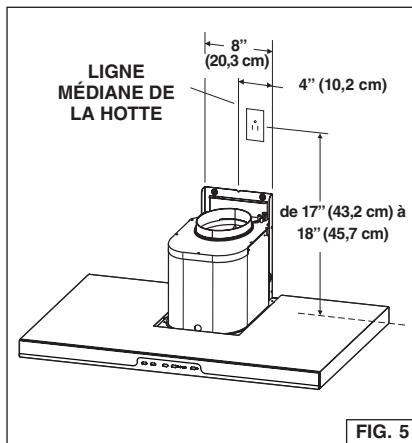

FIG. 5
- Installez une boîte à prises murale de 5 x 10 cm (2" x 4") et un prolongateur à 3 broches de 125 V, 15 A mis à la terre. Fig. 5.